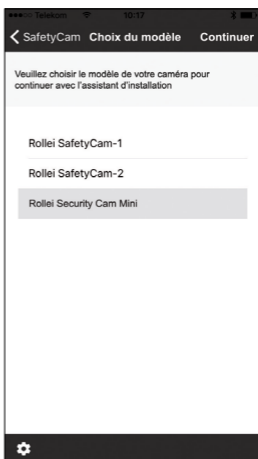

Fig. 2 »
1. Pour installer la caméra, téléchargez tout d'abord l'application gratuite « Rollei Safety Cam » à partir de l'App Store ou de Google Play Store, et installez-la sur votre smartphone /tablette (fig. 1). Ouvrez l'application, puis sélectionnez votre modèle de caméra (Rollei Security Cam Mini) et cliquez en haut à droite sur « Continuer » (fig. 2).